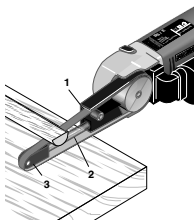

Fig. 3
2. Die Schleiffläche **2** (Fig. 3) eignet sich besonders zum Bearbeiten von planen Flächen. Mit der Schleiffläche **1** bearbeitet man am besten Rundungen. Die Stimmseite **3** ist geeignet für Arbeiten an engen Öffnungen und Vertiefungen.